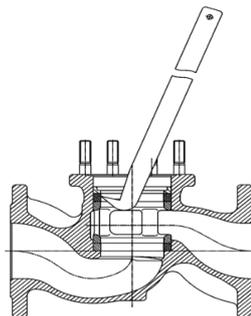

Bild 2
- » Druckstück (Pos.19) und oberen Ventiling (Pos.14) mit Ringziehhaken herausziehen (siehe Bild 2)
- » Druckstück (Pos. 19) und oberen Ventilring (Pos. 14) mit Ringziehhaken herausziehen (siehe Bild 2)